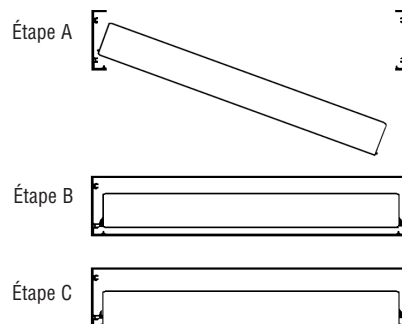

Figure 5
- Enlevez un cadre d'extrémité et installez le panneau de chauffage dans les cadres latéraux comme c'est montré en Figure 5.